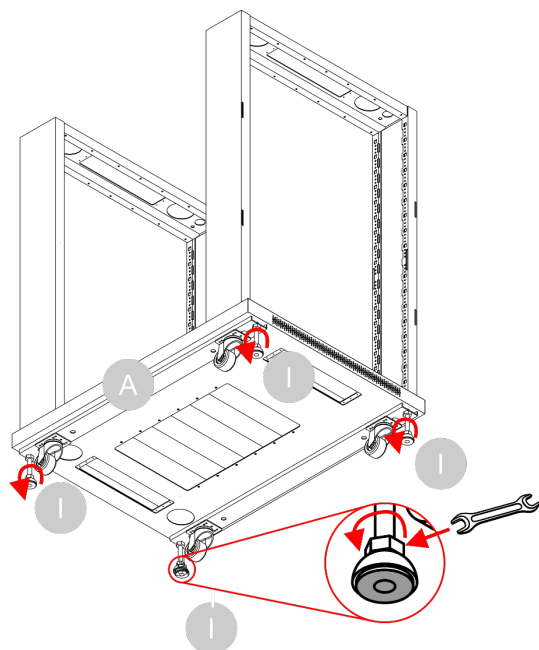

Fig. 25
- 08) Assicurarsi che i **piediregolabili (I)** siano più estesi delle **ruote (J)**. Se necessario, utilizzare una chiave per ruotare il dado inferiore dei **piedi regolabili (I)** in senso antiorario, come mostrato nella Fig. 25. In questo modo si evita che l'armadio rotoli sulle ruote quando lo si mette in posizione verticale.